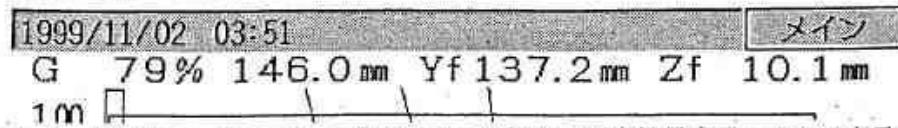

図 5.6 時計表示・ガイダンス表示エリアと探傷・測定結果表示エリアの表示例
時計表示・ガイダンス表示エリア（上段）と探傷・測定結果表示エリア（下段）を図5.6に示します。
## (2) 探傷・測定結果表示エリア (図 5.6 参照)